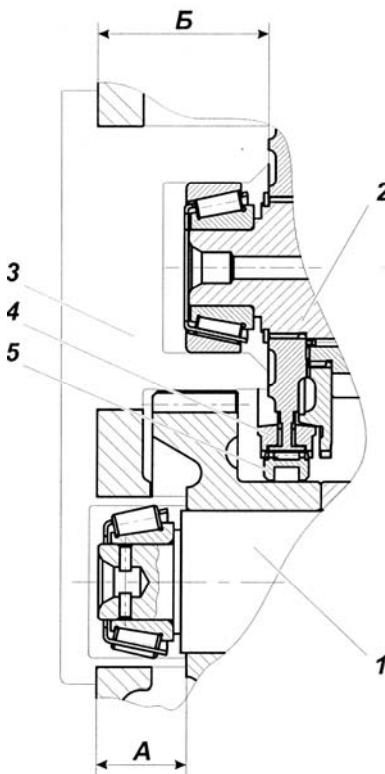

Рис. 112:
2. Завести в картер коробки передач собранные в сборе промежуточный и вторичный валы и зафиксировать их взаимное положение друг относительно друга с помощью технологического приспособления (рис. 112) таким образом, чтобы обеспечивался монтажный размер А (от переднего торца картера коробки передач до переднего торца ступицы шестерни привода промежуточного вала) равный  $48 \pm 0,025$  мм и монтажный размер Б (от переднего торца картера коробки передач до переднего торца ступицы синхронизатора 4-5 передач) равный  $90,3 \pm 0,025$  мм. При этом блокировочное кольцо поз. 4 и муфта поз. 5 синхронизатора должны быть зафиксированы на ступице вторичного вала, а наружное кольцо переднего подшипника промежуточного вала должно быть снято.